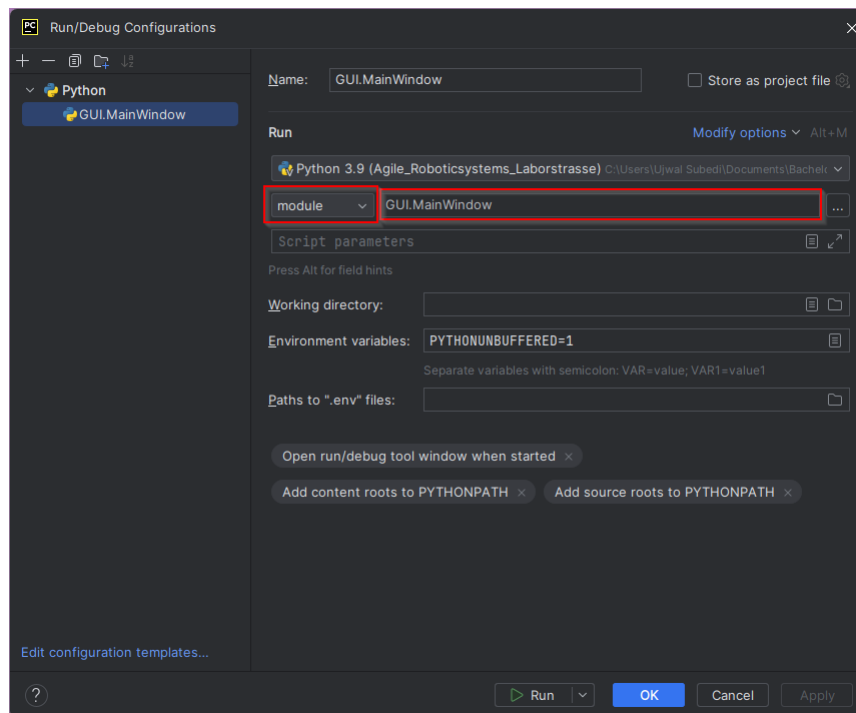

Abbildung 2.3: Module Configuration Settings for PyCharm
7. Im Feld „Script path“ geben Sie den Pfad zur `MainWindow.py` Datei an oder wählen Sie „Module name“ und geben Sie `GUI.MainWindow` ein. S. Abb. 2.3